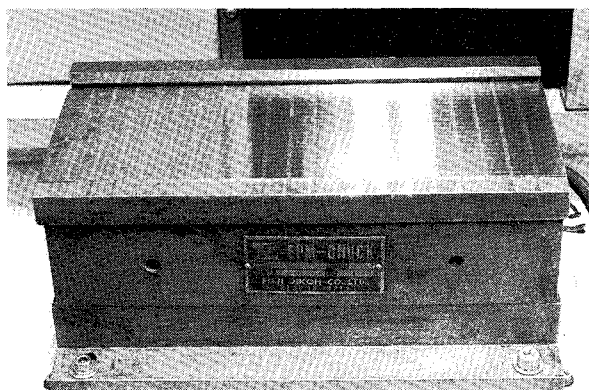
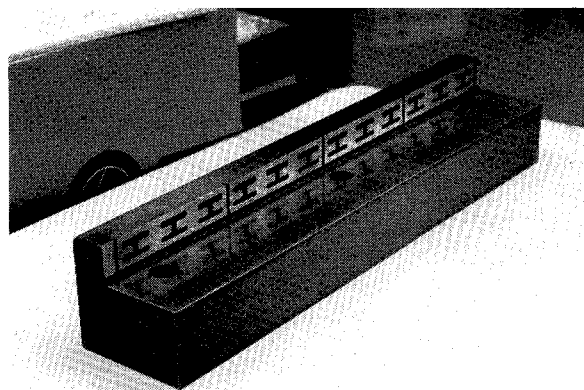

図22 電永磁チャック
図23 真空チャック
② チャック(マグネットチャック、真空チャック) 図22、図23